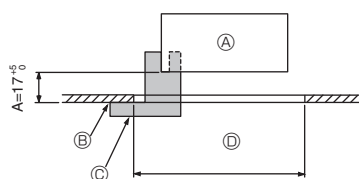
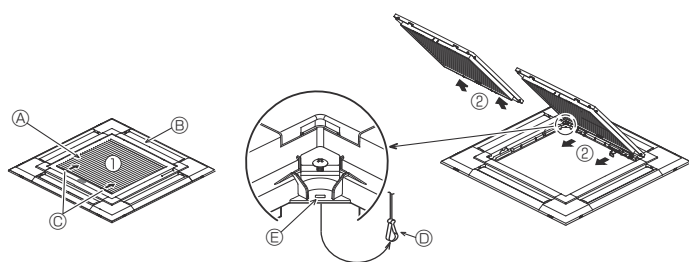
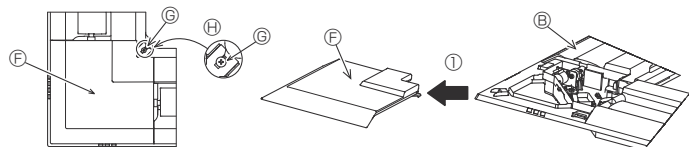

Fig. 9-2
Fig. 9-3
Fig. 9-4
①	Grill	1	950 × 950 (mm)
②	Installationstolk	1	(Indelat i 4 delar)
③	Skruvk (4 × 16)	1	för PLP-6EAE, PLP-6EALME, PLP-6EALME
④	i-see sensor hörnpanel	1	för PLP-6EAE, PLP-6EALME, PLP-6EALME
⑤	Trådlös fjärrkontroll	1	för PLP-6EALM, PLP-6EALME
⑥	Fjärrkontrollens hållare	1	Ingår i enheter med trådlös fjärrkontroll.
⑦	LR6 AA-batterier	2	Ingår i enheter med trådlös fjärrkontroll.
⑧	3,5 × 16 självgängande skruvar	2	Ingår i enheter med trådlös fjärrkontroll.
9.2. Förberedelser för fäste av grillen (Fig. 9-2)
- Använd tolken ② som medföljer satsen för att justera och kontrollera placeringen av huvudenheten i förhållande till takytan. Om huvudenheten inte är korrekt placerad i förhållande till takytan kan luftläckage uppstå eller kondens samlas.
- Ⓒ Installationstolk ② (isatt i huvudenheten)
9.2.1. Demontering av insugsgrillen (Fig. 9-3)
- Skjut armarna i den riktning som visas på pilen ① för att öppna grillen.
- Med insugsgrillen i läge "öppen", ta bort gångjärnen på insugsgrillen från grillen som visas med pilen ②.
9.2.2. Demontering av hörnpanel (Fig. 9-4)
- Lossa de 4 skruvarna på hörnpanelen. Skjut hörnpanelen i pilens riktning ① i figuren och ta bort hörnpanelen.
[Fig.9-3] [Fig.9-4]